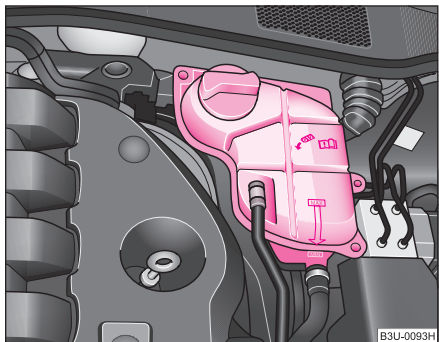

Fig. 172 Compartimentul motor: Vasul de expansiune al lichidului de răcire
- Verificați nivelul lichidului de răcire din vasul de expansiune ⇒ fig. 172. Când motorul este rece, nivelul lichidului de răcire trebuie să se afle între marcajele „MIN“ și „MAX“. Când motorul este cald, nivelul lichidului de răcire poate fi și puțin peste marcajul „MAX“.
- Puneți o lavetă pe capacul vasului de expansiune ⇒ fig. 172 și desfaceți capacul **cu grijă** spre stânga ⇒ ⚠.